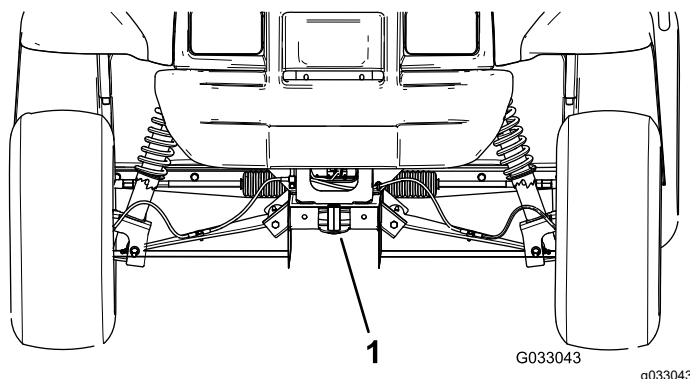

Figura 20
- Il punto di sollevamento nella parte anteriore della macchina si trova davanti al telaio dietro al timone di traino (Figura 20).